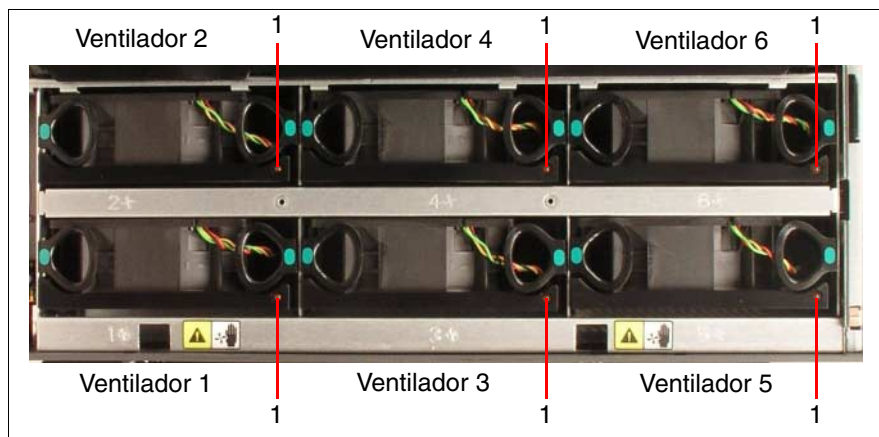

Ilustración 34: vista general de los ventiladores
- Indicador de estado en el módulo de ventilador afectado. Este indicador se ve sólo después de retirar la cubierta de la caja (véase la ilustración 34 en la página 91).